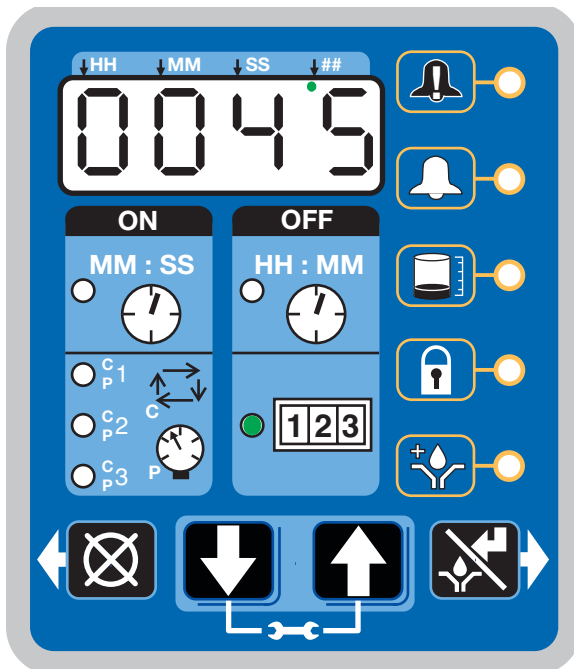

ABB. 53
- Es leuchtet die LED neben dem Feld „1-2-3“ auf (ABB. 53).
Das Beispiel in ABB. 53 zeigt an, dass die Anzahl der verbleibenden Maschinentaktzählungen 0045 ist.